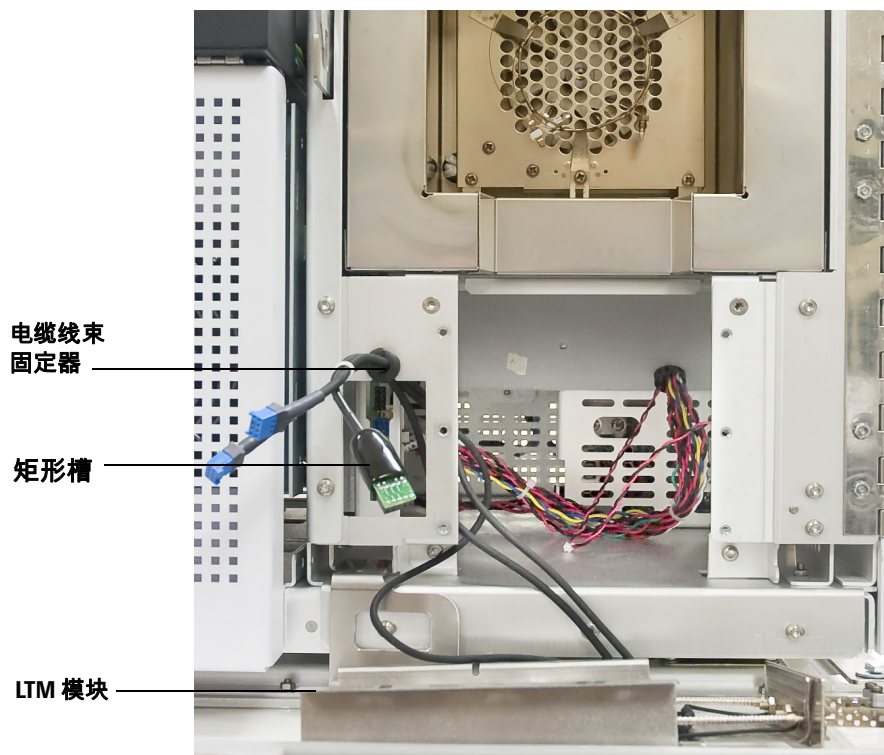

图 9 电缆布线
- 2 布置传输线和色谱柱模块电缆（每个模块共有三根电缆和连接线），使之连接到色谱柱外壳，并穿过电子设备外壳左上方的矩形槽。请参见图 9。
- 3 将电缆线束推入槽顶部的套管，以固定线束。请参见图 9。